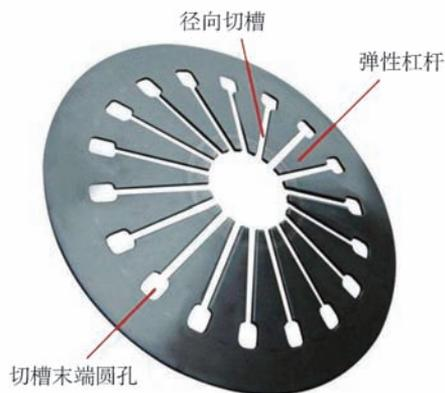

图 2-7 膜片弹簧
3) 压紧机构。压紧机构是膜片弹簧，如图 2-7 所示。膜片弹簧的径向开有若干切槽，形成弹性杠杆。切槽末端有圆孔，固定铆钉穿过圆孔，并固定在离合器盖上。膜片弹簧两侧装有钢丝支承环，这两个钢丝支承环是膜片弹簧工作时的支点。膜片弹簧的外缘通过分离钩与压盘联系起来。膜片弹簧既是压紧弹簧，又是分离杠杆；既起压紧机构的作用，也起分离机构的作用。